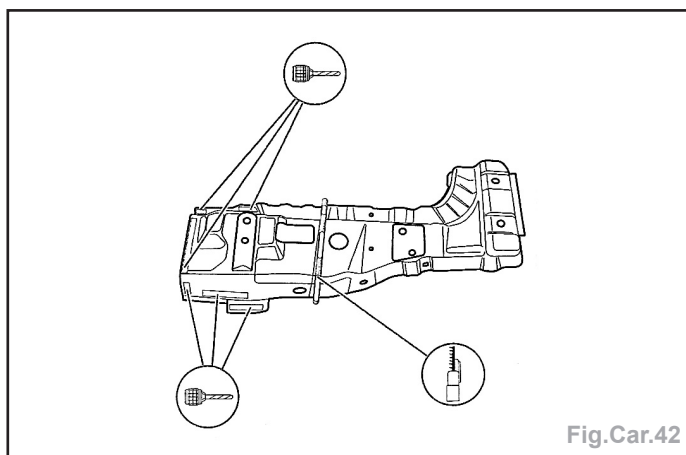

Fig.Car.42
- Découper, préparer et percer au $\varnothing 7$ mm la pièce neuve pour le soudage par bouchonnage (Fig.Car.42).